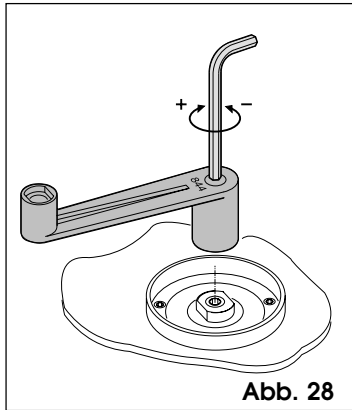

Abb. 28
- 3) Die Motorwelle mit dem mitgelieferten Hebel blockiert halten und gemäß Abb. 28 die Einstellschraube der Kupplung regulieren. Um das Drehmoment zu erhöhen, wird die Schraube im Uhrzeiger-